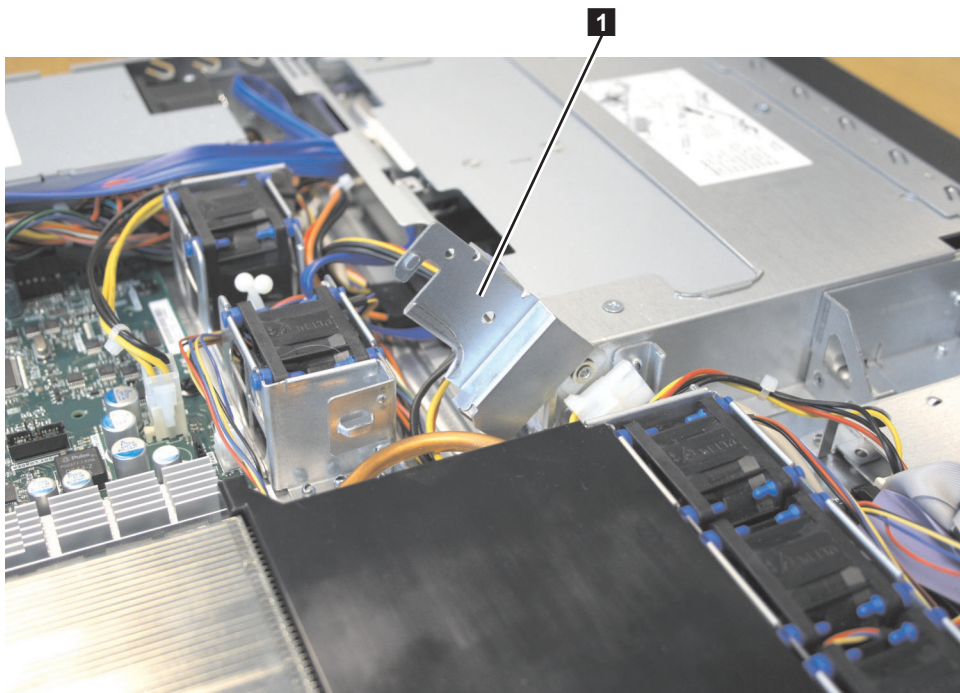

図 120. SAN ボリューム・コントローラー 2145-8A4 電源機構用のエア・デフレクター
9. 160 ページの図 120 に示すように、エアー・デфлекター **1** を邪魔にならないように回転します (持ち上げます)。